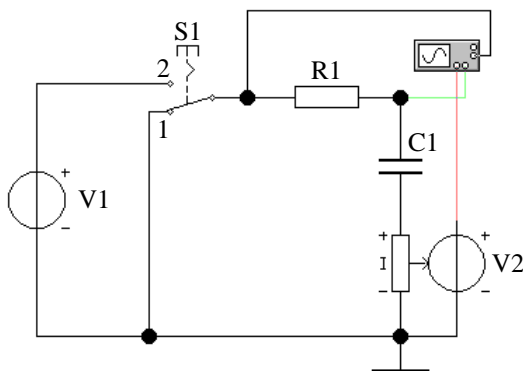

Рис. 5
3.8. Соберите схему для исследования переходных процессов в интегрирующей RC -цепи (рис. 5), для чего в схеме рис. 3 достаточно поменять местами сопротивление и емкость.